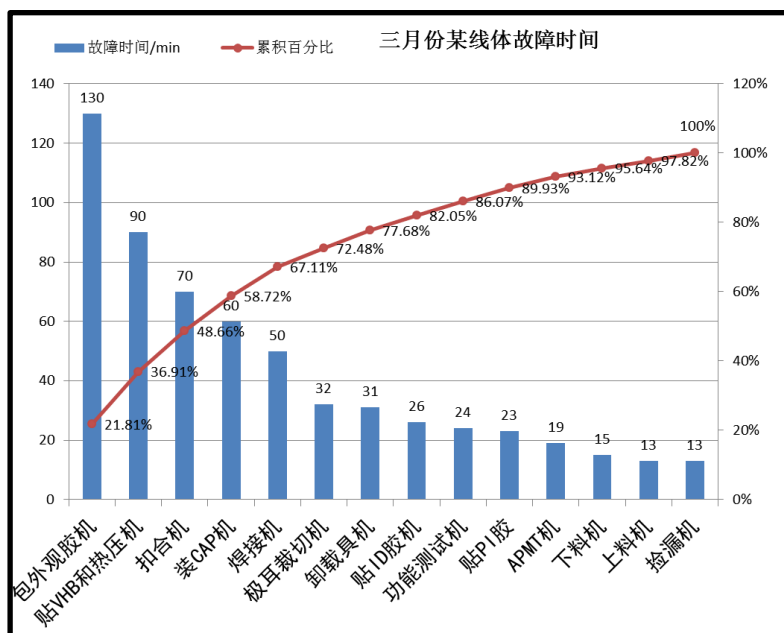

图 3-7 三月份某线体故障时间柏拉图
(4) 柱状图上添加上累计百分比折线图，如下图 3-7 所示。